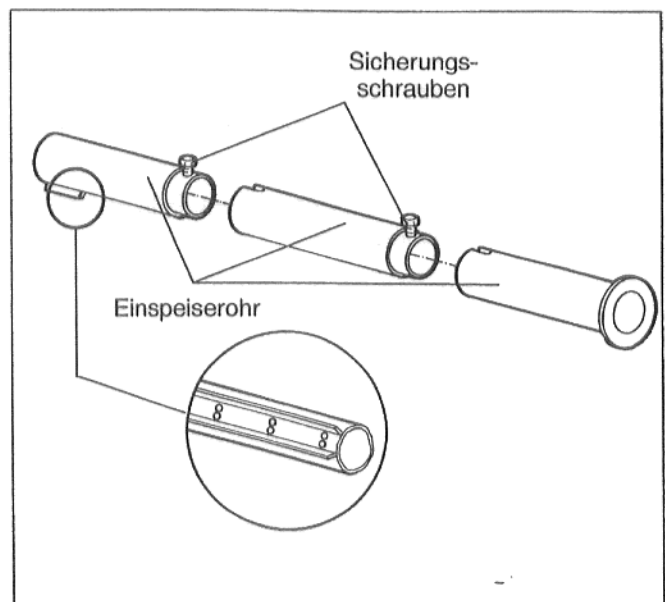

Abb. 24
- Einspeiserohr entsprechend (Abb. 24) zusammenstecken und die Sicherungsschrauben anziehen.